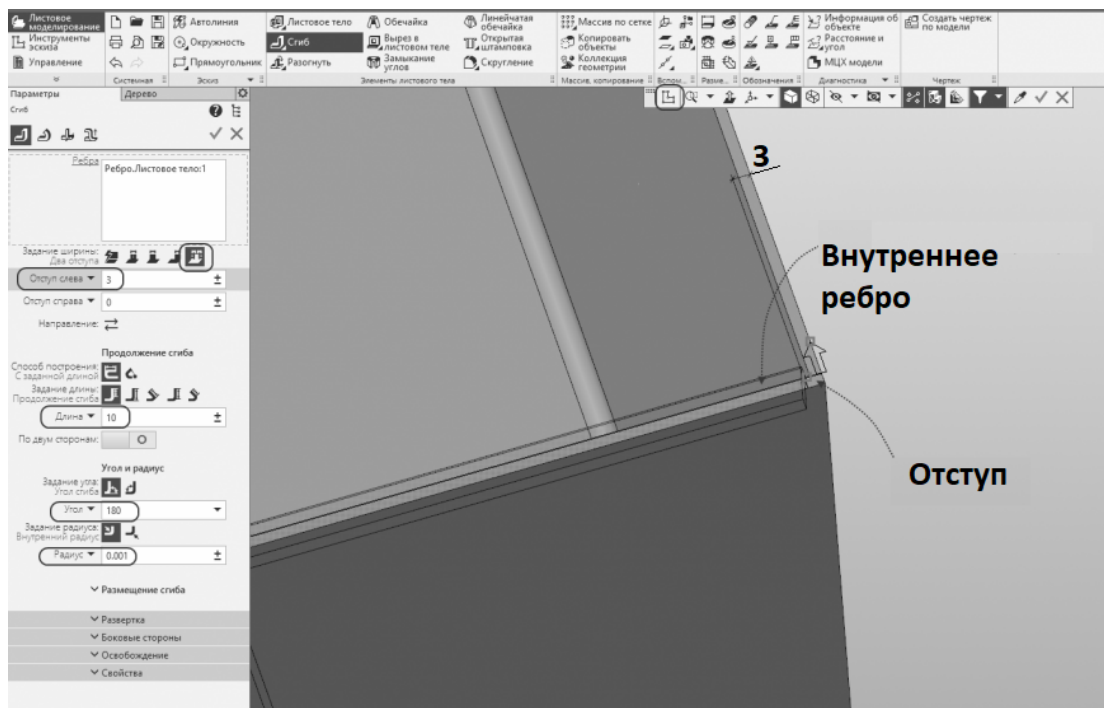

Рис. 9.8. Моделирование плоского сгиба на противоположной стороне грани
7. Указываем внутреннюю грань противоположного вертикального ребра. Переключим тип задания ширины на два отступа. Установим **отступ слева 3 мм**, чтобы не было пересечения с боковым сгибом (рис. 9.8). Остальные параметры не меняем.